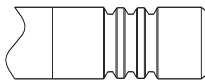

Рис. 1-5
6. Проверьте торцевые поверхности стержней клапанов на предмет вмятин или чрезмерного износа (рис. 1-5). При необходимости эти поверхности можно обработать шлифовальным бруском. Если фаска изношена, клапан следует заменить.